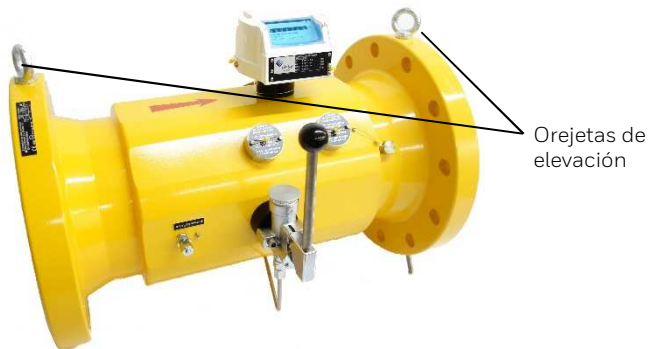

Fig. 5 | Orejetas de elevación
*En instrumentos de medida emplear para la elevación siempre las orejetas de elevación suministradas (ver fig. 5).*